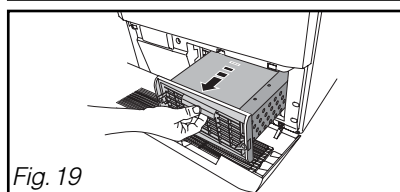

Fig. 19
- Retirez-le délicatement (Fig.19).